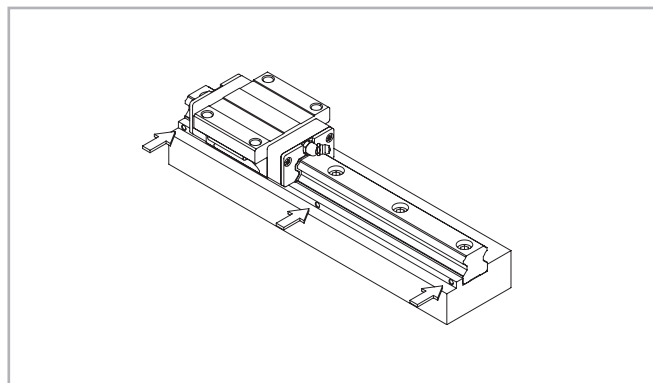

Рис. 56
(3) Затянуть боковые регулировочные винты направляющих (см. Рис. 58) до плотного прилегания направляющей к боковому упору (см. Рис. 56).